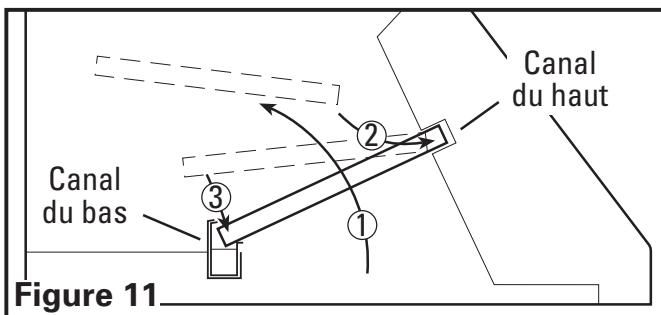

Figure 11
3. Installer les filtres déflecteurs avec les barres d'espacement qui sont requises en insérant le dessus du filtre dans le canal du haut de la hotte, puis glisser le bas du filtre dans le canal du bas. Dans les modèles avec espaces, il est plus facile d'installer le(s) espaceur(s) d'abord et les filtres à graisse en dernier (**Figure 11**).